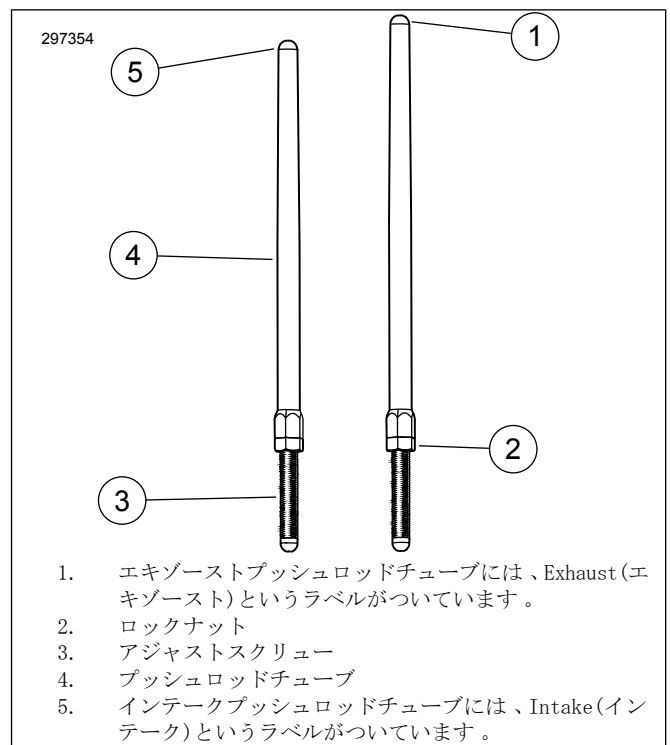

図3。アジャスタブルプッシュロッド
6. 図3すべてのプッシュロッドのロックナットを緩め、一番短い長さに調節します。